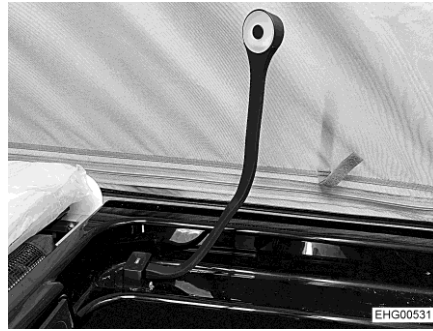
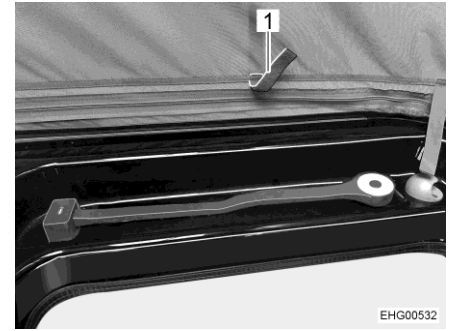

Fig. 39 Lampada a collo di cigno, posizione d'uso
Fig. 40 Lampada a collo di cigno, posizione di trasporto
- Riportare la lampada a collo di cigno dalla posizione d'uso (Fig. 39) alla posizione di trasporto (Fig. 40).
- Tirare verso l'interno il tessuto della tenda agendo sui passanti appositamente previsti (Fig. 40,1).